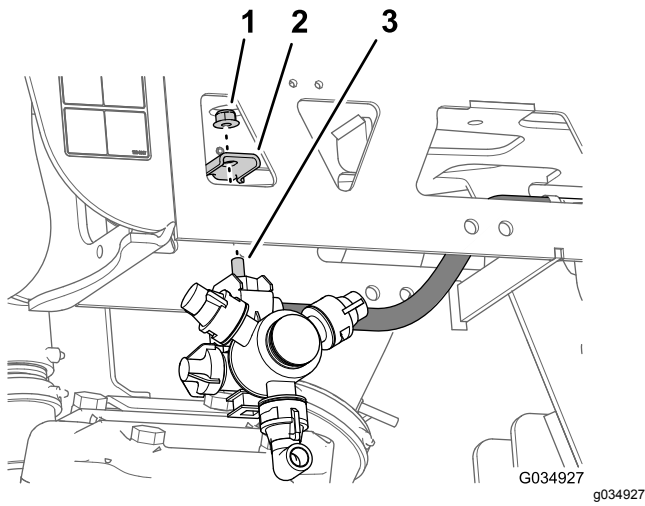

Bild 82
- Wiederholen Sie die Schritte 2 bis 7 für den anderen Schlauch und die anderen Düse am anderen äußeren Träger (Bild 79 und Bild 82).
1. Fluchten Sie die Sechskantschraube (5/16" x 3/4") der Sprühdüse durch das Loch in der Düsenaufnahme (Bild 82) aus und befestigen Sie die Düse mit einer Sicherungsbundmutter (5/16"), die Sie in den Schritten 1 oder 4 in 12 Entfernen der Sprühdüsenschläuche für das System mit drei Abschnitten \(Seite 33\) entfernt haben, lose an der Aufnahme.